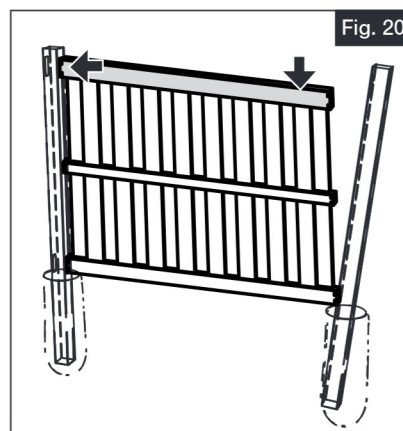

Fig. 20
- b. Insertar el travesaño superior en el primer agujero superior del orificio ranurado del poste y luego guiarlo por encima de los tablones (Fig. 20).